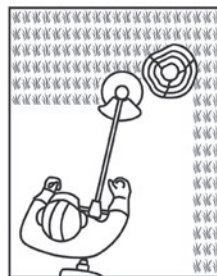

Fig. 50
- > Preste especial atención mientras esté trabajando cerca de árboles y arbustos. El cabezal de corte podría dañar cortezas frágiles y postes de cercado (Fig. 50).